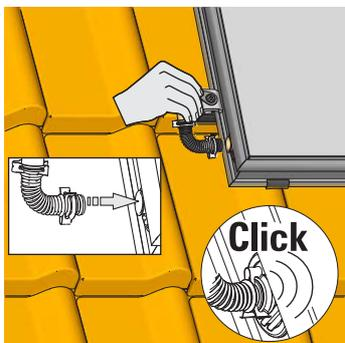

Fig. 3-44 Fase di lavoro 2
2. Montare i raccordi (fig. 3-44).